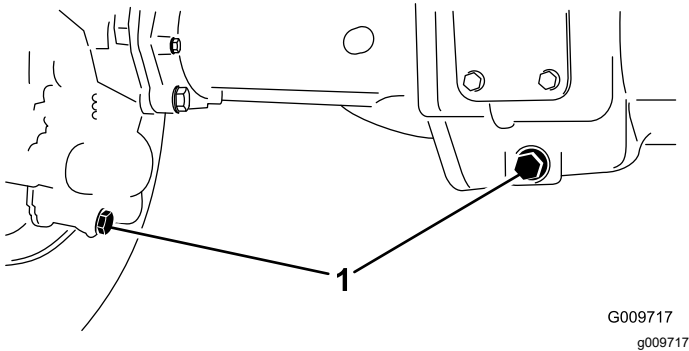

图 67
2. 清洁 3 个排油塞的周边区域——两端各 1 个中间 1 个 (图 67)。